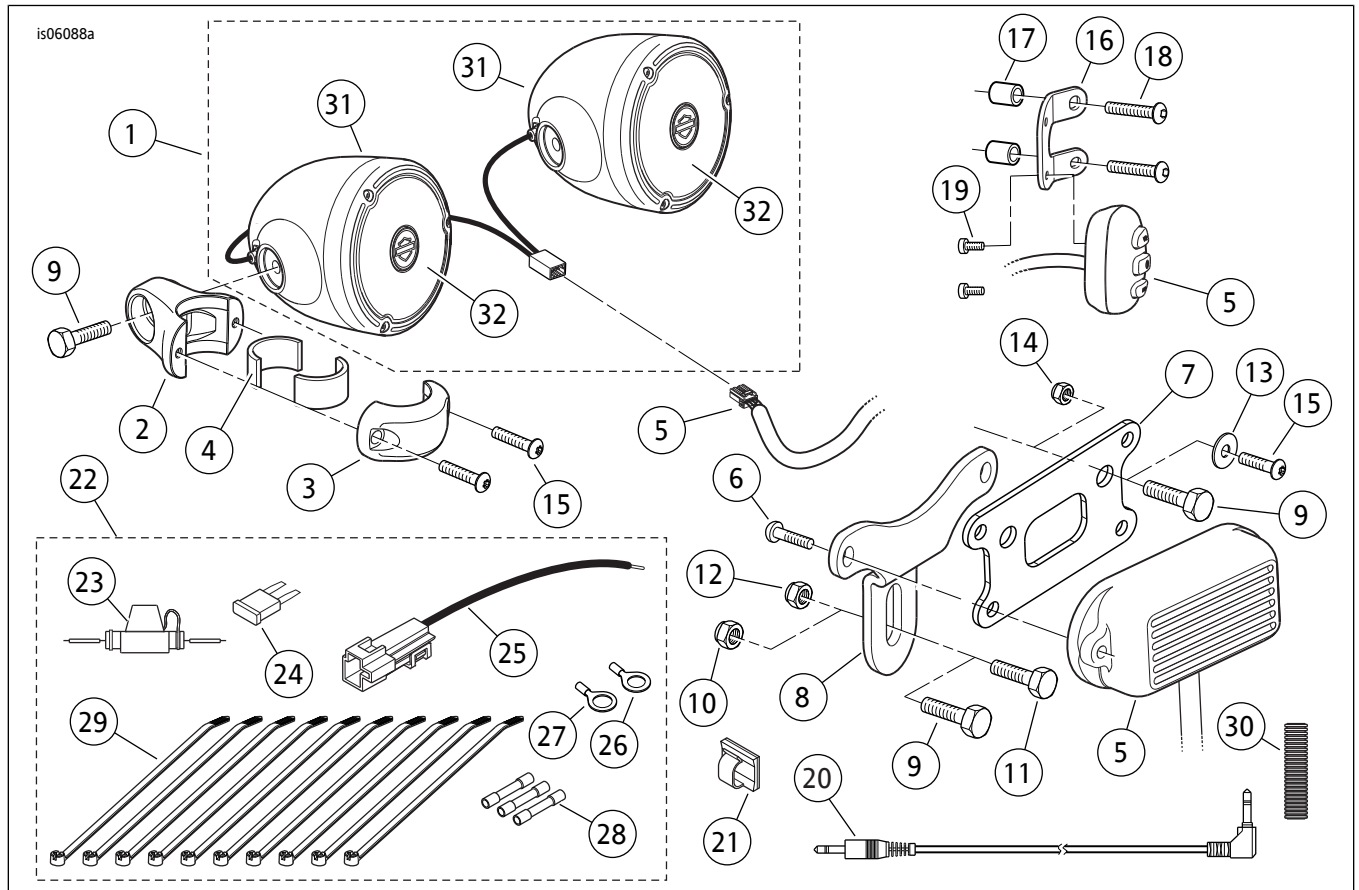

图7。维修零件：把手安装式扬声器和放大器套件
- 参见图7。从此套件取出电气五金件组（22）。
13. 参见图7。从电气五金件组中取出一个环形接线端。
5. 参见图7。可使用线缆扎带将来自手控制件的3.5毫米连接器固定至把手, 或使用套件中的背胶夹(21)将其固定至上部三角轧头或罩上。如果使用夹: